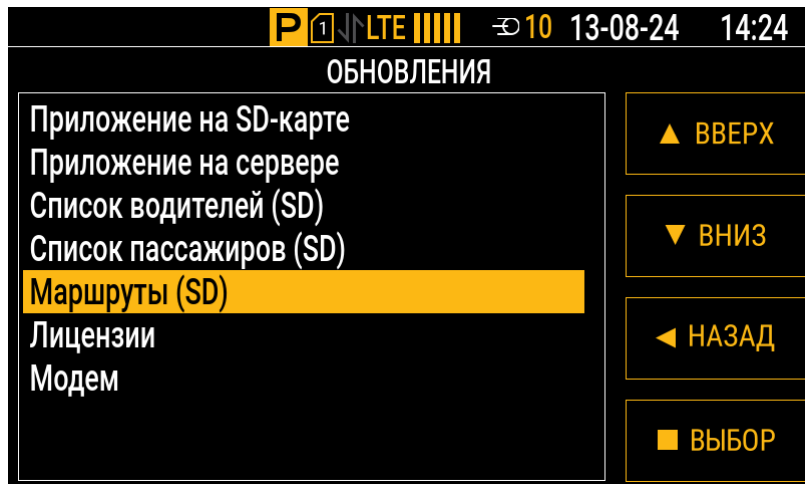

Рис.71. Меню для загрузки маршрутов
1. В интерфейсе контроллера перейдите в меню для загрузки маршрутов: Меню | Настройки | Обновление (Рис.71).
2. Выберите пункт «**Маршруты (SD)**», нажмите кнопку «**Выбор**» (или кнопку  на передней панели контроллера) и дождитесь окончания процесса загрузки маршрутов в контроллер — на экране появится сообщение «Маршруты обновлены».